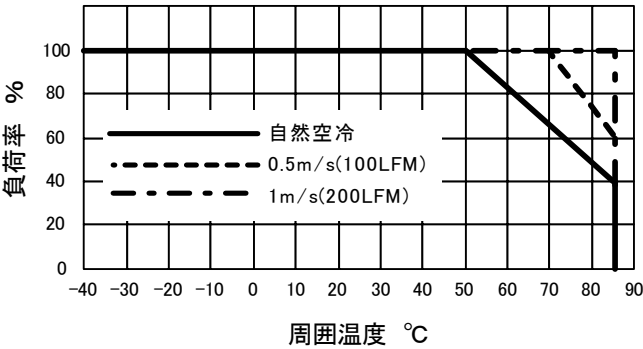

図1 出力デレーティングカーブ
- 動作温度範囲 : T_{opr} $-40^{\circ}\text{C} \sim +85^{\circ}\text{C}$ (但し、 50°C 以上はデレーティングカーブによる、図1参照)